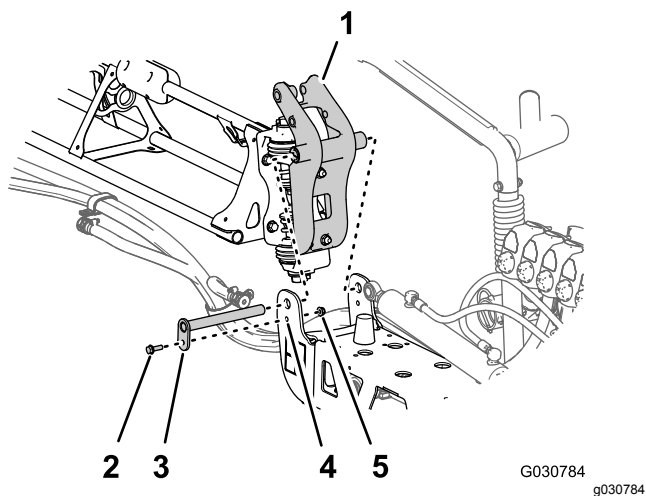

図 135
3. ブッシュを、センターブームの端部にあるピボットブラケットのフランジについている穴に合わせる 図 135。